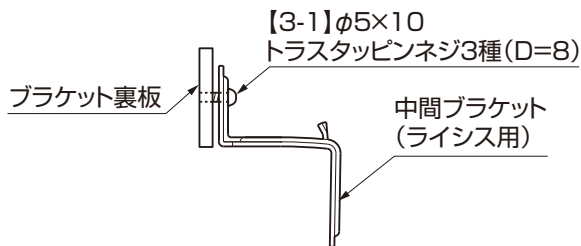
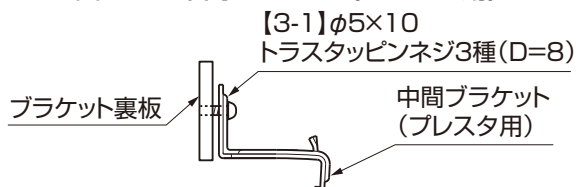

図4-1 中間ブラケット(ライシス用)
図4-2 中間ブラケット(プレスタ用)
①下段フェンスの機種に合わせて中間ブラケットとブラケット裏板を【3-1】で仮止めしてください。(図4-1、図4-2参照)